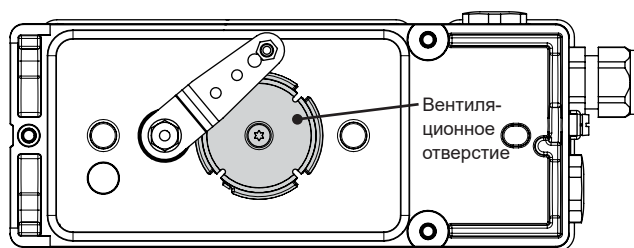

Рис. 5-2: Вентиляционное отверстие (тыльная сторона позиционера)
- ➔ Запрещается закрывать или дросселировать вентиляционное отверстие (см. Рис. 5-2).